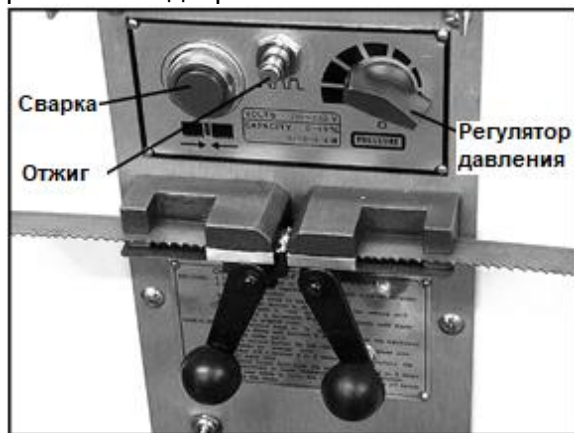

Рис. 12.
3. Установите ручку регулировки давления (Рис. 12) на "0" (вниз). ПРИМЕЧАНИЕ: при повороте ручки вы ощутите сопротивление.
7. Нажмите и удерживайте кнопку включения сварочного устройства (Рис. 12). Когда кнопка нажата, левый зажим смещается к правому и сдавливает концы полотна между собой. Одновременно с этим, через зажимы пропускается ток и происходит сварка полотна с образованием искр. Не отпускайте кнопку до тех пор, пока сварной шов не раскалится докрасна.
3. Быстро нажмите и отпустите кнопку включения отжига (Рис. 12). Повторяйте это действие, пока сварной шов не накалится до слегка красноватого цвета.